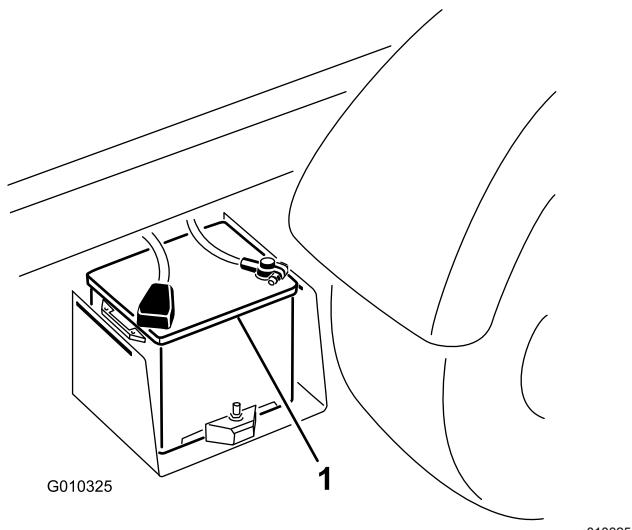

Figure 51
2. Raccordez un câble de démarrage entre les bornes positives des 2 batteries (Figure 51).